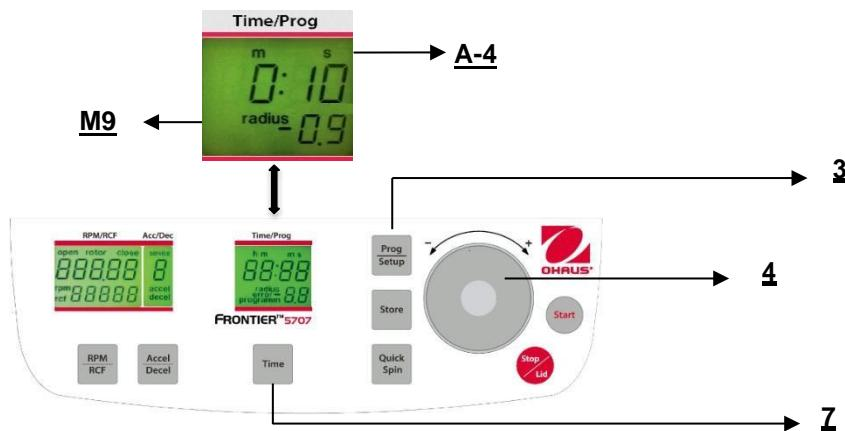

Figura. 19
Cierre la tapa, luego presione el botón "**Time**" (7) (vea la Figura 19) y el botón "**Prog/Setup**" (3) al mismo tiempo y manténgalos presionados.